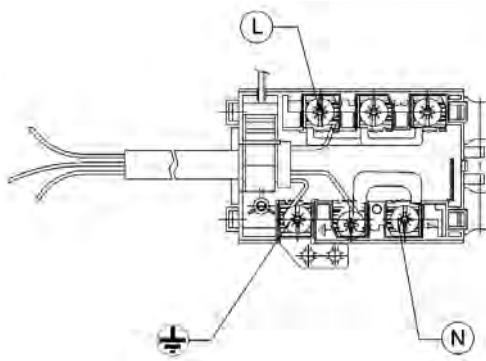

Рисунок 13.
- B) С учетом типа подключения передвиньте соответствующие перемычки (рисунок 13)